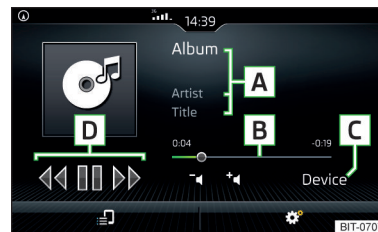
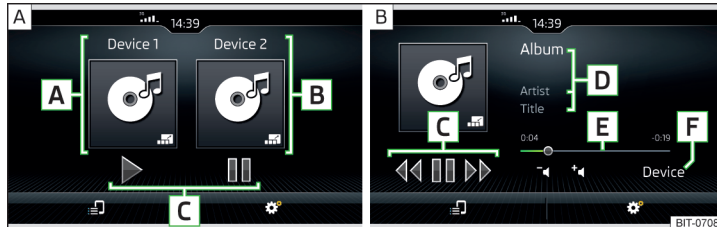

Abb. 186
Abb. 187 Hauptmenü: zwei Tablets angeschlossen / Eines der beiden angeschlossen Tablets bedienen
Hauptmenü » Abb. 186
- Um die Bedienung des Tablets einzuleiten, die Funktionsfläche **📶** am jeweiligen Tablet antippen » Abb. 187 - A.
- Um zum Hauptmenü zurückzukehren, die Funktionsfläche **📶** antippen » Abb. 187 - B.
Hauptmenü » Abb. 187
Die Bewegung innerhalb des Titels ist durch Fingerberührung der Zeitachse **B** » Abb. 186 auf Seite 161 bzw. **E** » Abb. 187 auf Seite 162 möglich.